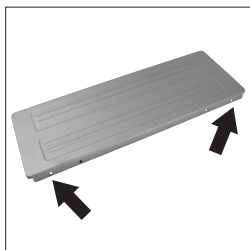

Fig. 7
N.B.: De tafelverlengpanelen (F) van geperst staal kunnen aan beide zijden van de machine worden gemonteerd.
Elk tafelverlengstuk wordt met twee zeskantkopmachineschroeven (N) en moer (O) bevestigd aan de hoofdtafel. De schroefopeningen in de tafelverlengpanelen zijn helemaal aan de voor- en achterkant van de zijflenzen geplaatst. (Fig. 7) Breng de zeskantkopmachineschroeven in en bevestig de tafelverlengpanelen aan de hoofdtafel met behulp van de zeskantkopschroeven (N) en moeren (O) enz.